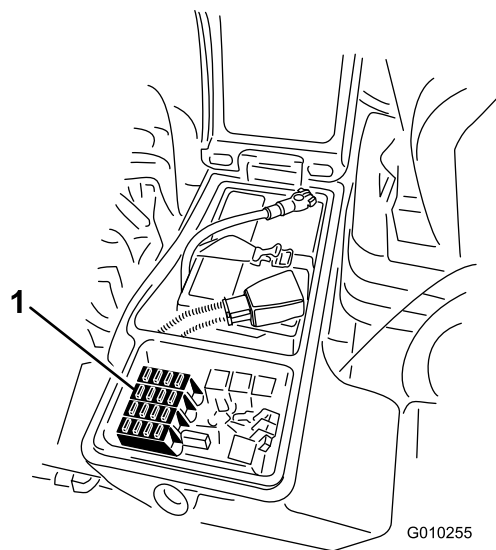
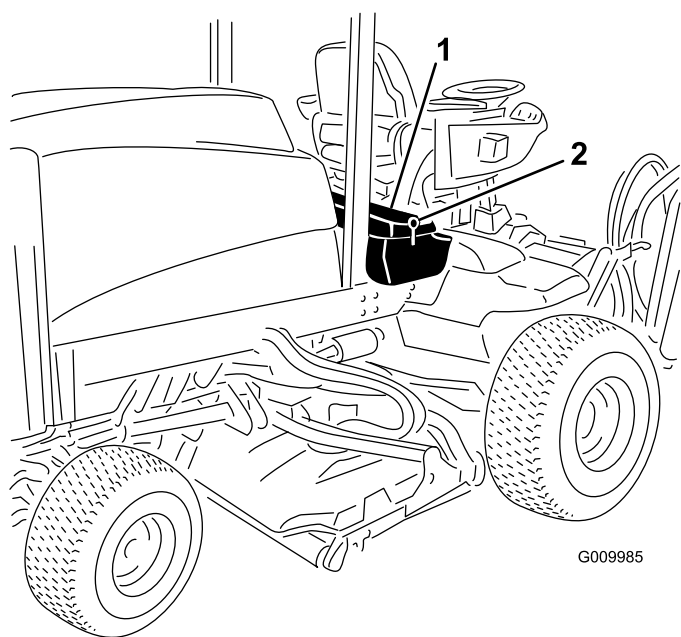

Figura 79
Figura 78
1. Desaperte o trinco da cobertura da caixa de armazenamento direita e levante a cobertura (Figura 78) para expor o bloco de fusíveis (Figura 79).
3. Feche a cobertura da caixa de armazenamento direita e prenda a cobertura com o trinco (Figura 78).
2. Substitua o(s) fusível(is) aberto(s) conforme necessário (Figura 79).